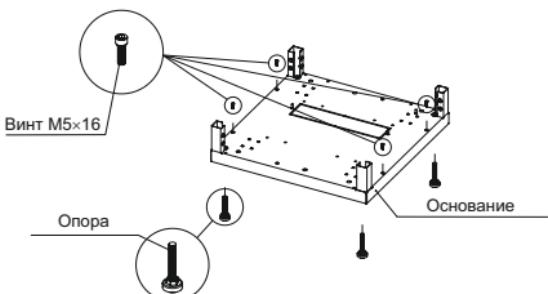

Рисунок 1 – Основание
3.1 Извлеките из первого места составные части изделия, паспорт и сборочный комплект. Установите на основание снизу регулируемые опоры и винты M5x16 с цилиндрической головкой сверху (рисунок 1).